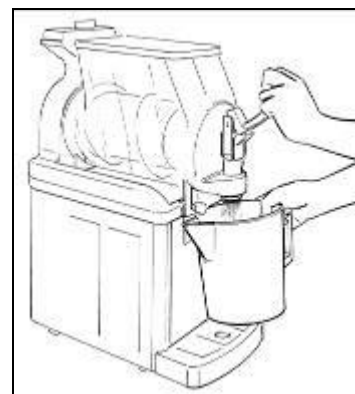

Fig. 4
- **A**cíe la cubeta y repita las mismas operaciones hasta que de la misma salga agua limpia (fig.4).